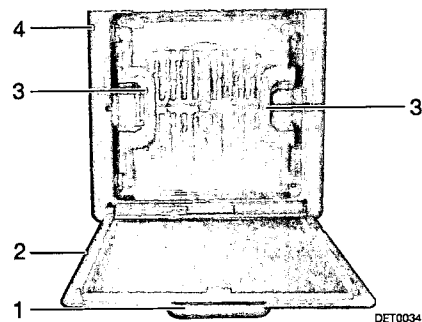

Bild 22 Dachhaube mit Schnappverschluss (Variante 2)
- Den Insektenschutz (Bild 22,2) am Griff (Bild 22,1) nach unten ziehen. Der Insektenschutz klappt nach unten.
- Die Dachhaube an beiden Griffen (Bild 22,3) nach oben drücken.
- Den Insektenschutz nach oben klappen und am Rahmen (Bild 22,4) einrasten.
- Die Dachhaube an beiden Griffen (Bild 22,3) kräftig nach unten ziehen.